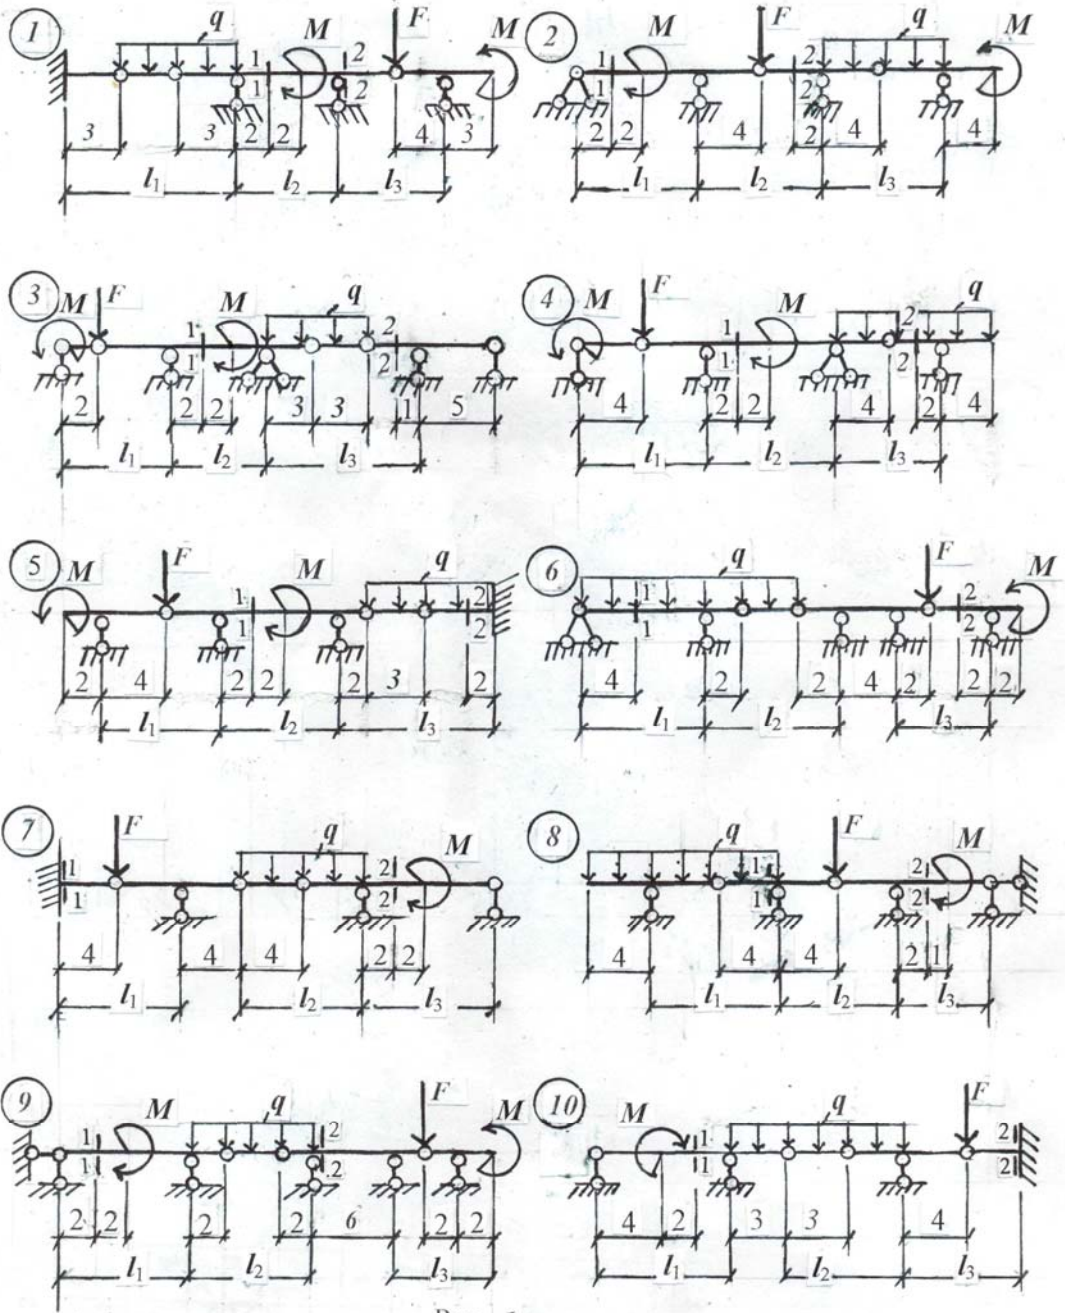

Рис. 1
Для одной из балок, согласно варианту (табл.1, рис.1), требуется:
9. Вычислить наибольшие значения (\max и \min) изгибающих моментов. Исходные данные принять согласно табл.1 и рис.1 и 2.